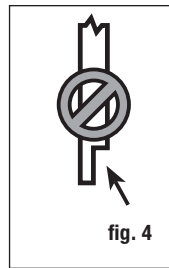

fig. 4
Paso 2 Instale los postes de barandal antes de instalar las tablas de la terraza. Postes para barandal de 10.2 x 10.2 cm (4x4 pulg.) de cedro o pino tratado a presión, o una montura para postes, ofrecen la fuerza estructural para el barandal. La longitud de cada poste se determina por el total del ancho de la viga (generalmente 18.4 cm (7-1/4 pulg.)) + el grosor de la terraza (2.5 cm (1 pulg.)) + la altura del barandal (91.4 cm (36 pulg.)) + el espacio para el tope del poste (3.2 cm (1-1/4 pulg.)) = 115.5 cm (45-1/2 pulg.). **Importante: No haga muescas en los postes de barandal de 10.2 x 10.2 cm (4x4 pulg.). Las muescas reducirán la fuerza del poste y podrían causar el colapso o falla del barandal (fig. 4).**
Importante: No haga muescas en los postes de barandal de 10.2 x 10.2 cm (4x4 pulg.). Las muescas reducirán la fuerza del poste y podrían causar el colapso o falla del barandal (fig. 4).